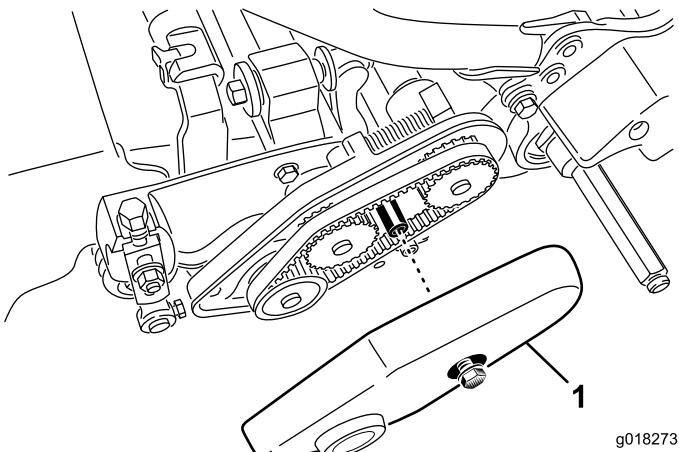

Рисунок 41
- Выверните болт с буртиком, который крепит отстойник ремня, и снимите отстойник ремня, чтобы открыть ремень (Рисунок 41).